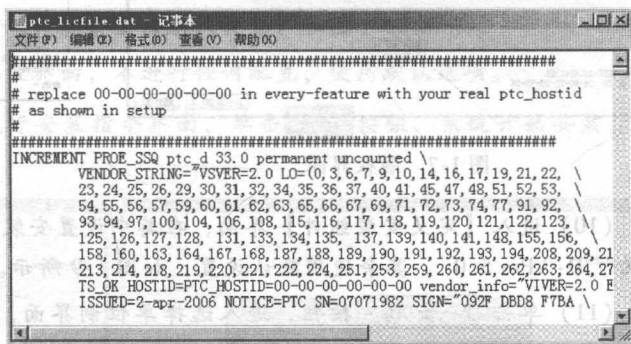

图 1-4 打开“ptc\_licfile.dat”文件
- (1) 将安装盘上的“crack”文件夹复制到计算机的 D 盘。
- (2) 打开“crack”文件夹，使用记事本打开“ptc\_licfile.dat”文件，如图 1-4 所示。